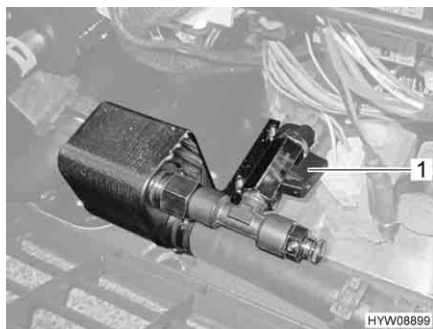

Fig. 151 Scambiatore di calore (Alde)
- Posizionare la maniglia (Fig. 151,1) del rubinetto di chiusura parallelamente alla tubazione.
- Posizionare la maniglia (Fig. 151,1) del rubinetto di chiusura verticalmente rispetto alla tubazione.